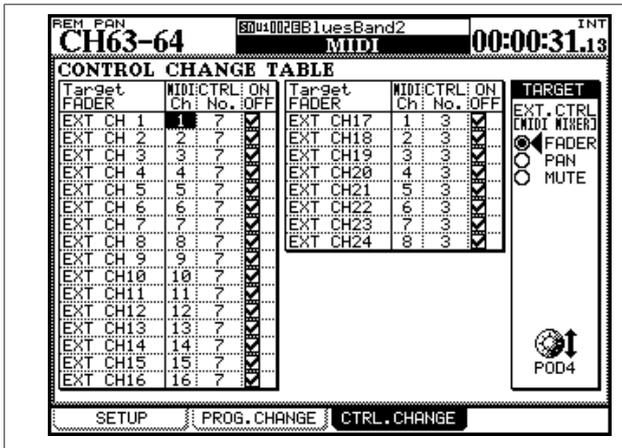

Figura 8.7: schermata MIDI Control Change
2. Usare il mixer tramite la schermata MIDI CTRL. CHANGE (Figura 8.7, schermata MIDI Control Change).